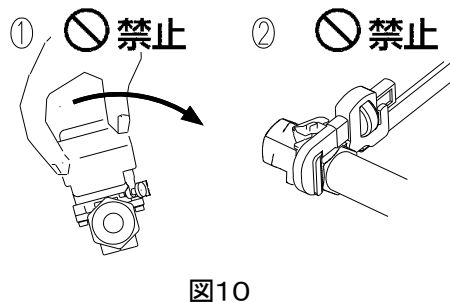

図10
<ul style="list-style-type: none"> ● 配管シール剤(シールテープ・ヘルメシール等)は過度に塗布しないでください。過度に塗布しますとバルブ内部にシール剤が入り込み、作動不良・シート漏れの原因となります。シール剤は、パイプ管端のねじ山部1～2山を残し塗布してください。 ● 図10-①のようにバルブ配管姿勢を矯正するために、アクチュエータを持ってバルブ本体を旋回させないでください。外部漏れ、アクチュエータ故障の原因になります。 ● 図10-②のようにバルブにパイプレンチを掛けることはしないでください。スパナなどの適正な工具を用いて、適切なトルクで締付けてください。バルブをパイプレンチで締付ますと、バルブ本体の変形・損傷を起こし外部漏れの原因になります。 ● 図11のようにバルブに配管を過度にねじ込まないでください。過度なねじ込みは、バルブ内部を変形・破損させ、外部漏れや作動不良の原因となります。14頁、表3に従い行ってください。